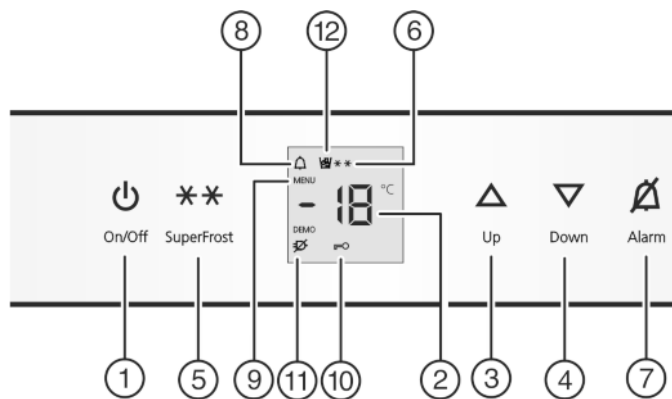

Fig. 2
- nospiediet pogu On/Off *Fig. 2 (1)*.
- Regulēšanas režīma ieslēgšana: Apmēram 5 sekundes turiet nospiestu pogu SuperFrost *Fig. 2 (5)*.
- ▷ Iedegas simbols Menu *Fig. 2 (9)*.
- Uz brīdi nospiediet pogu SuperFrost *Fig. 2 (5)*.
- Lai ieslēgtu aizslēgu pret bērnu piekļūšanu, īsi nospiediet pogu SuperFrost *Fig. 2 (5)*.
- ▷ Iedegas simbols Aizslēgs pret bērnu piekļūšanu *Fig. 2 (10)*. Indikatorā mirgo **c**.
- Lai izslēgtu aizslēgu pret bērnu piekļūšanu, īsi nospiediet pogu SuperFrost *Fig. 2 (5)*.
- ▷ Simbols Aizslēgs pret bērnu piekļūšanu *Fig. 2 (10)* nodzīst. Indikatorā mirgo **c**.
- Regulēšanas režīma izslēgšana: nospiediet pogu On/Off *Fig. 2 (1)*.
- Nospiediet pogu Alarm *Fig. 2 (7)*.
Vienlaicīgi mirgo temperatūras indikators un Simbols Brīdinājums *Fig. 2 (8)*.
Skaņas brīdinājuma signāls automātiski apklust, Simbols Trauksme *Fig. 2 (8)* izdziest un temperatūras norāde pārstāj mirgot, ja temperatūra atkal ir pietiekoši zema.
- ▶ Augstākas temperatūras iestatīšana: Nospiediet pogu Up Fig. 2 (3).
- ▶ Zemākas temperatūras iestatīšana: Nospiediet pogu Down Fig. 2 (4).